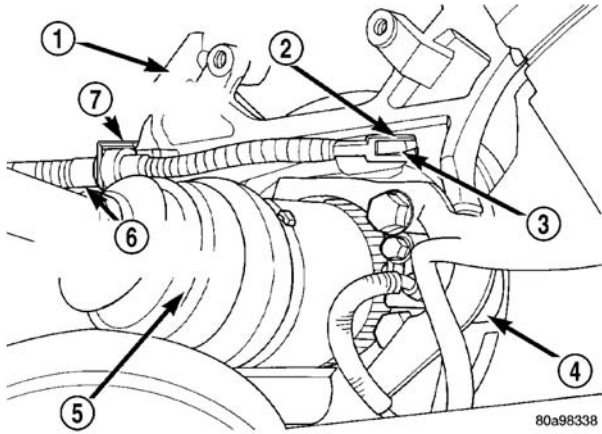

图 132 停车制动拉线连接到操纵器
- （14）从适配器上的操纵杆，拆下停车制动拉线端部（图 132）。